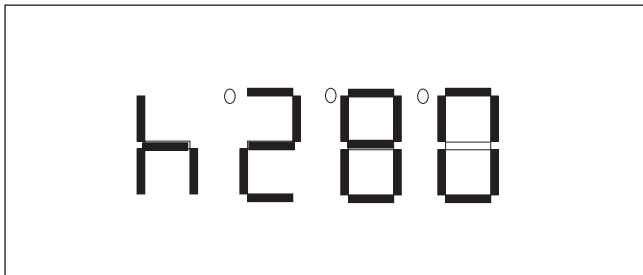

Рисунок 7 - Настройка нижнего уровня напряжения
- 2) В режиме «Нижний уровень напряжения» используйте кнопку «+» или «-» для изменения значения, при достижении которого Устройство отключит двигатель. Заводская настройка нижнего порога – 280 В (см. рисунок 7).